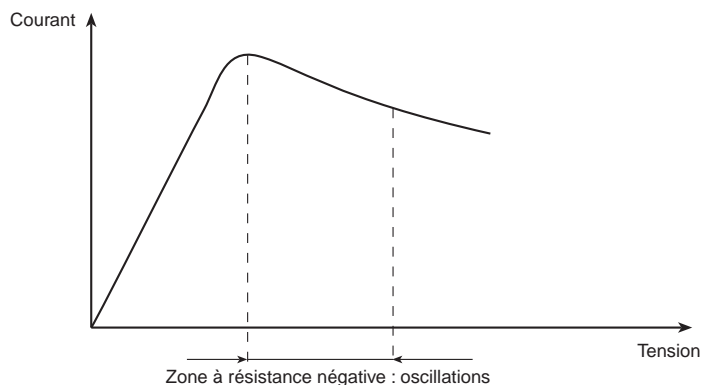

Figure 3-1
La courbe de réponse "Courant-Tension" de la diode GUNN possède une partie à dynamique négative (voir Fig. 3-1)
- Tracer la caractéristique "Courant-Tension" de la diode à effet GUNN et la comparer à celle de la figure 3-1.